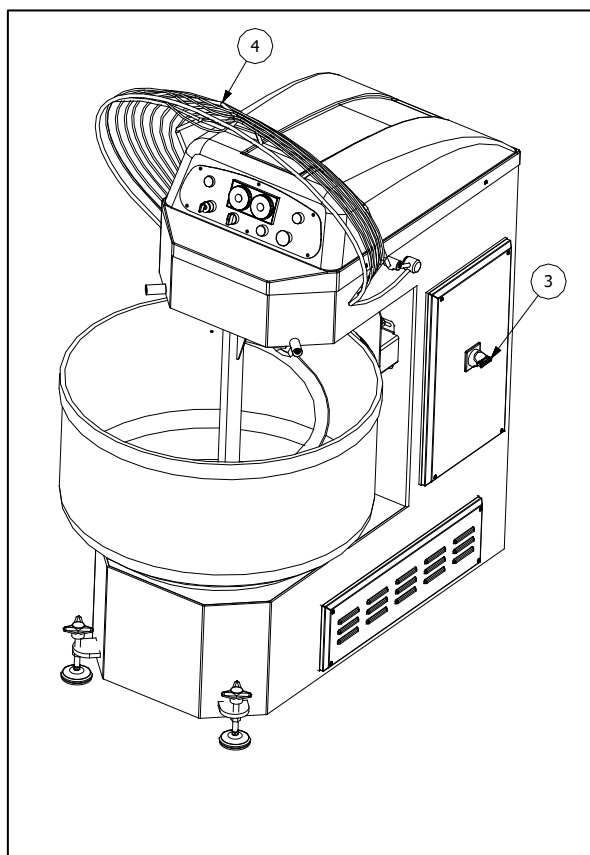

Fig. 4.1
Soulever la grille de protection Pos.4 Fig.4.1
Pour ajouter les ingrédients, soulever la grille de protection Pos.4 Fig. 4.1, verser les ingrédients et appuyer le bouton START.
2. Tourner l'interrupteur sectionneur O- I en position " I ".(Pos. 3 Fig. 4.1)
Après avoir arrêté la machine, attendez que le cuve et la spirale soient complètement immobiles. Tourner l'interrupteur sectionneur 0-I (Pos.3-Fig.4.1) sur la position " I " et prelever le produit de la cuve.